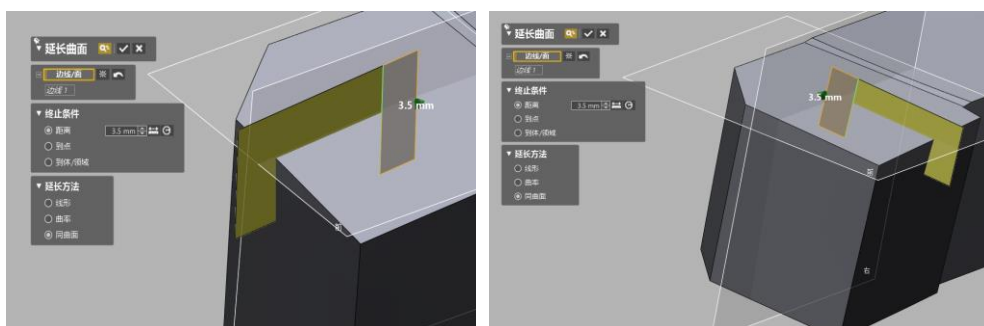

图 4.59 延长曲面
5) 点击菜单栏模型>延长曲面图标, 弹出延长曲面对话框, 选择要延长的边, 终止条件: 距离, 3.5mm, 延长方法: 同曲面, 点击确定退出。重复延长曲面命令, 完成另一片体的延长, 如图 4.59 所示。